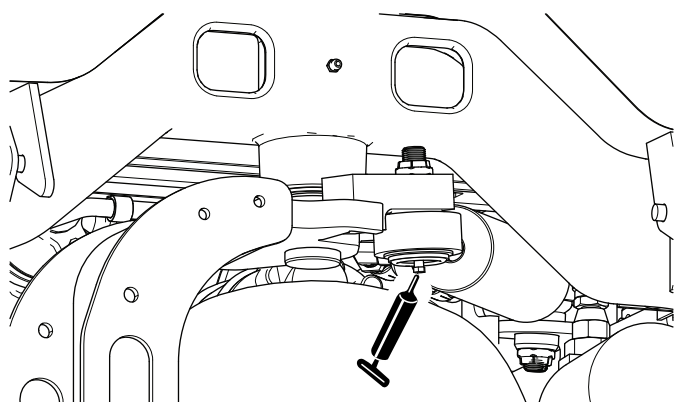

Figura 60
**Nota:** All'occorrenza potete montare un ingrassatore addizionale dall'altro lato del cilindro dello sterzo. Togliete il pneumatico, montate l'ingrassatore, lubrificatelo, togliete l'ingrassatore e montate il tappo (Figura 60).